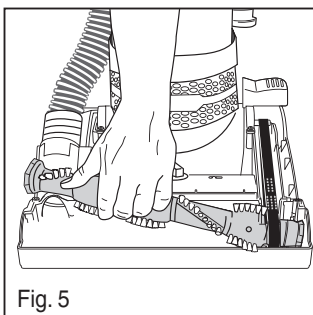

Fig. 5
- 5) Jale el lado derecho del cepillo de rodillo para estirar la banda. Asegure la tapa del extremo derecho en la base (Fig. 5). Alinee la etapa del extremo izquierdo con el cuadrado situado en la base y empuje para que entre en su sitio.